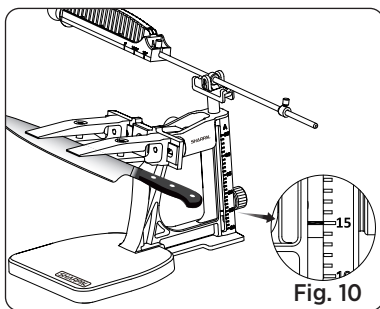

Fig. 10
4. Obróć pokrętko blokady kąta, aby przesunąć belkę wsporczą w górę lub w dół, aż czerwona linia wyrówna się z żądanym kątem na skali. (Patrz Fig. 10) Następnie mocno dokręć pokrętko blokady kąta.